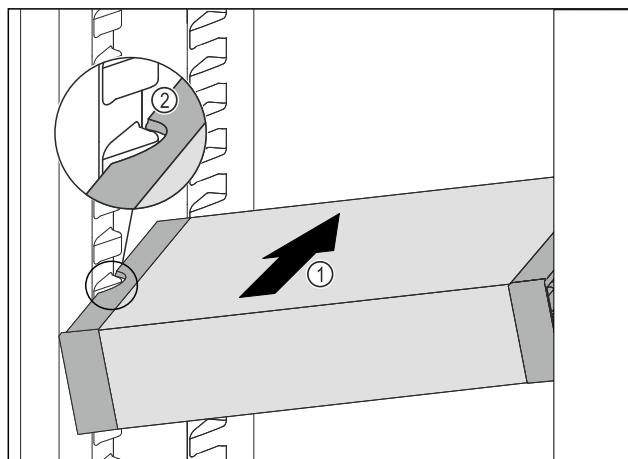

Fig. 112
- ▶ Вставити висувний ящик VarioSafe під кутом в охолоджувальне відділення Fig. 112 (1), доки бокові поглиблення Fig. 112 (2) VarioSafe не будуть розташовані на рівні ребра для ємності в охолоджувальному відділенні.